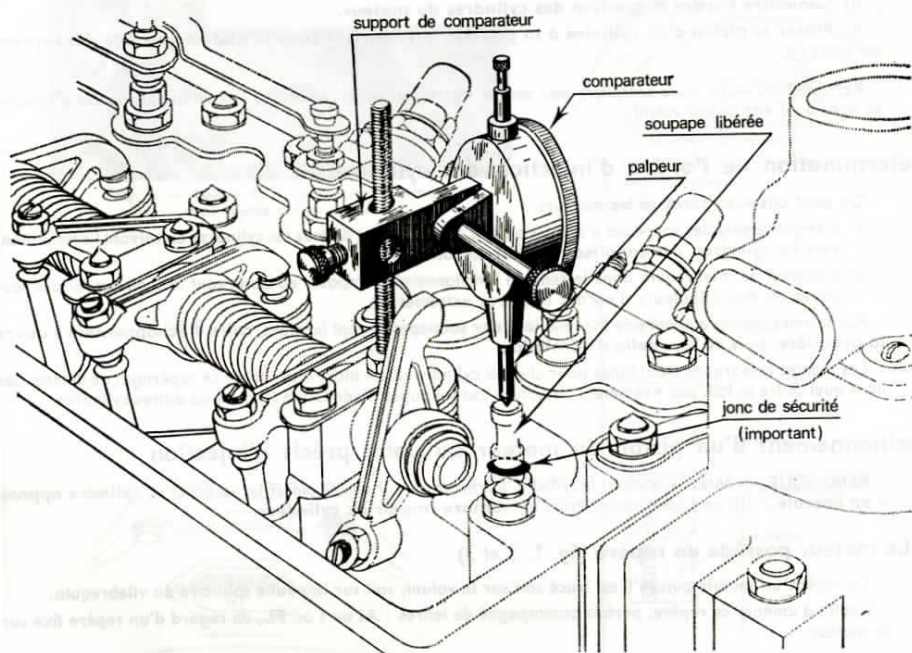

Fig. 5.
- b) Parfois on dispose d'un point d'injection indiqué en **valeur linéaire** sur la course du piston avant le P.M.H. Dans ce cas, on peut mesurer cette cote à l'aide d'une pige graduée si l'injecteur débouche sur le piston. Cependant il est conseillé, **afin d'obtenir une mesure précise**, d'utiliser un comparateur en plaçant le palpeur au contact d'une soupape préalablement libérée de son ressort ⁽³⁾ (fig. 5).